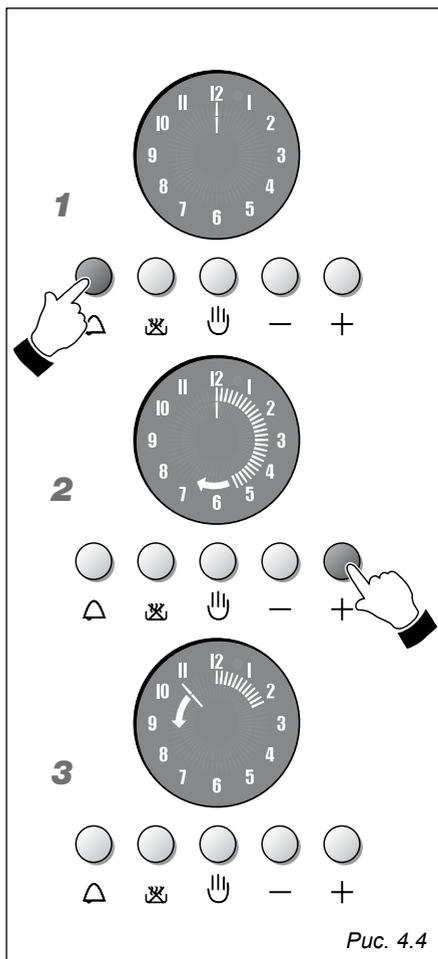

Рис. 4.4
ТАЙМЕР (Рис. 4.4)
1. Рис. 4.4 – Для того чтобы задать программу таймера, нажмите кнопку \triangle .
2. Рис. 4.4 – В течение 7 секунд нажмите на кнопку \oplus для установки необходимого времени. Загорятся светящиеся стрелки внешнего круга. Для уменьшения значения времени нажмите на кнопку \ominus .
3. Рис. 4.4 – Незамедлительно начнется обратный отсчет, и на дисплее начнут загораться стрелки в направлении против часовой стрелки. При каждом повороте (1 минута) этой стрелки погаснет одна светящаяся стрелка.